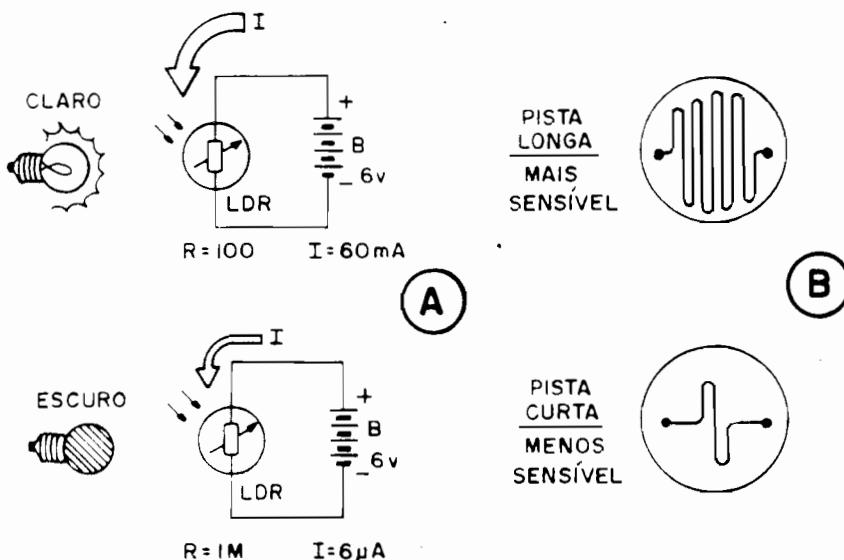

Fig. 4
- **FIG. 4-A** - Basicamente, a reação do LDR, enquanto resistor dependente da LUZ, é a seguinte: quando na escuridão, seu valor ôhmico é bastante elevado (pode, em alguns modelos, atingir a marca de várias Megohms); já sob luz forte, sua Resistência cai para valores bem mais baixos (chegando até poucas dezenas de Ohms, em alguns modelos). Observem, no exemplo "dinâmico", que o hipotético LDR colocado como única "carga" circuitual para a bateria B (Tensão de 6V), no "claro" apresenta uma Resistência de apenas 100R (o que determinaria uma Corrente de 60mA, no circuito/exemplo), enquanto que, sob completa escuridão, mostra um valor de 1M (reduzindo a Corrente circulante a meros 6uA...). Notem que um bom determinador da SENSIBILIDADE de um LDR situa-se na própria **relação** entre seu **maior valor ôhmico** (que ocorre na escuridão) e o seu **menor valor ôhmico** (que se dá sob luz forte)! O componente/exemplo da fig. 4-A apresenta uma relação bastante elevada, na casa de "10.000" (1.000.000/100) e pode, então, ser considerado de **grande sensibilidade**! Assim, na determinação da tal SENSIBILIDADE, não é importante a **exata** grandeza (numérica) do valor resistivo na escuridão e sob luz, mas sim a **relação** entre esses dois valores... Um LDR que "no escuro" mostre 1K, e "no claro" apresente 0R1 (um décimo de ohms), terá também uma "relação" de "10.000", tão boa, portanto, quanto a do exemplo ante-
- **FIG. 4-B** - Uma forma puramente "visual" de avaliar a SENSIBILIDADE de um LDR é observar-se a sua pista foto-condutora (ela sempre é visível, uma vez que sua proteção tem que ser transparente para a devida "entrada" da LUZ...). Quanto mais longa for a tal pista, mais sensível será o LDR (ou seja: maior a relação entre seus valores ôhmicos "no escuro" e "no claro"...). Já a "quantidade" de ohms que o componente apresentará sob luz ou na escuridão pode, a grosso modo, ser avaliada pela espessura ou "grossura" da pista: pistas mais largas geralmente denotam valores ôhmicos médios mais baixos; pistas bem estreitas indicam valores ôhmicos intrinsecamente mais elevados... Notem que tais parametragens, um tanto "empíricas" estão sendo informadas a Vocês, Leitores/"Alunos", porque, infelizmente, são raros os dados técnicos, Tabelas de fabricantes, **Data Books** ou Manuais de Parâmetros e Características, disponíveis ao grande público! Nem mesmo os Lojistas ou Balconistas costumam dispor de dados sobre os componentes à venda, além do que muitos dos LDRs normalmente comercializados são "sobras" de lotes industriais (quantidades de peças produzidas, sob encomenda, de fábrica para fábrica, e cujos eventuais excessos são, posteriormente, lançados para venda no varejo...), **sem nenhum código** inscrito no componente (ou com códigos absolutamente "indecifráveis"...). Assim, temos que "ficar espertos" e aprender a tirar "água de pedra", intuindo informações a partir dessas análises não muito científicas, mas ainda válidas, na prática.